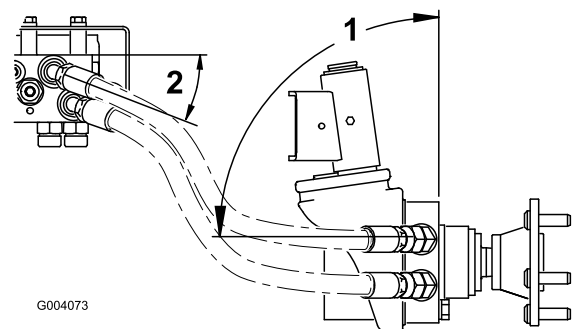

Bild 8
- Wiederholen Sie die Schritte für den rechten Radmotor. Positionieren Sie die Schläuche, siehe **Bild 8**, und ziehen Sie alle Schlauchanschlussstücke an.